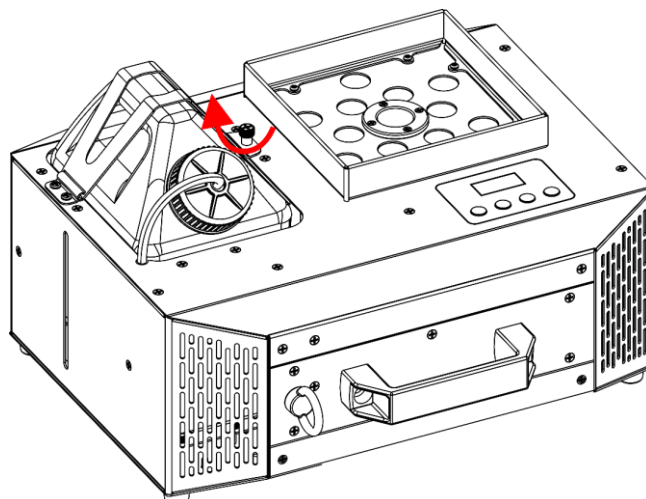

Abb. 37
- 12) Ziehen Sie die Sicherungsschraube für die **Tankhalterung (04)** fest, wie in Abb. 37 gezeigt.